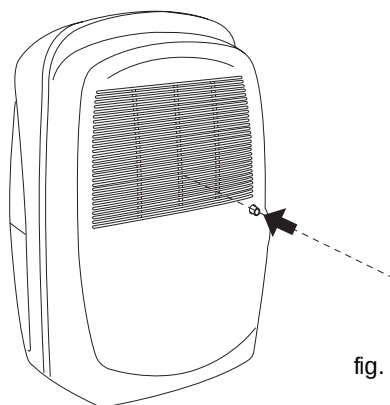

fig. 2
- 1) Practicar un agujero en el interior de la boquilla de salida utilizando un taladro con una broca fina (fig. 2).